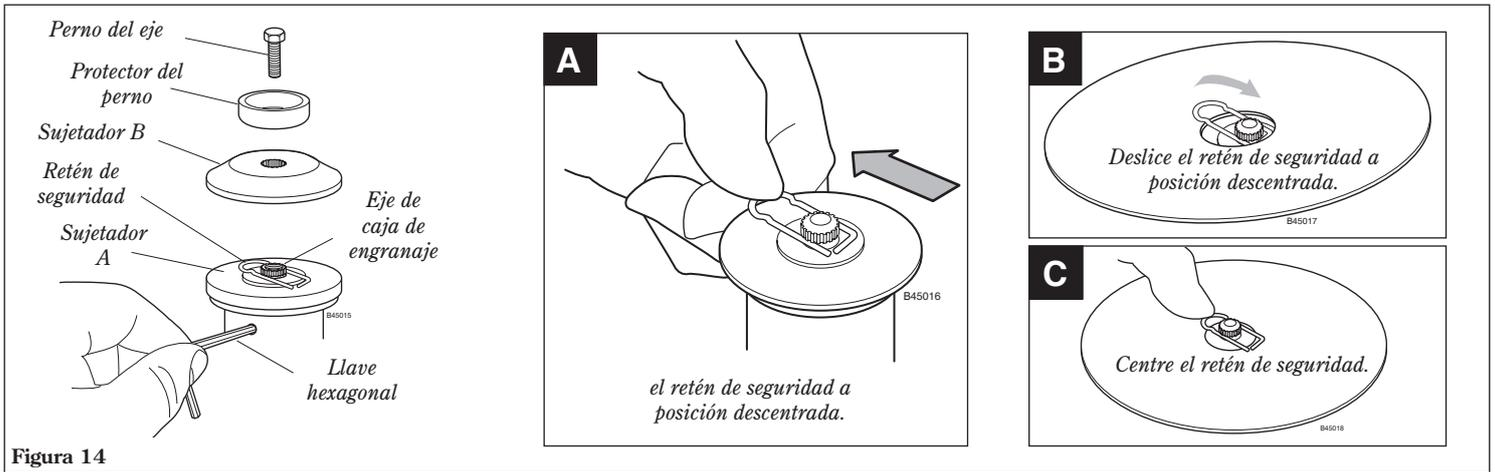

Figura 14
2. Retire el perno del eje, el protector del perno y el sujetador B. Consulte la figura 14.